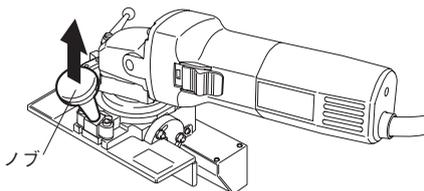

図 17 ノブを持ち上げる
- (1) ノブを真上に引き上げた状態で、横に倒してください。(図 17、18)